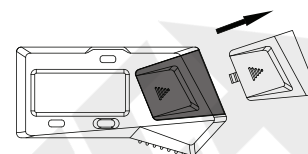

Fig.1
--Retire la tapa de la batería (Fig.1)